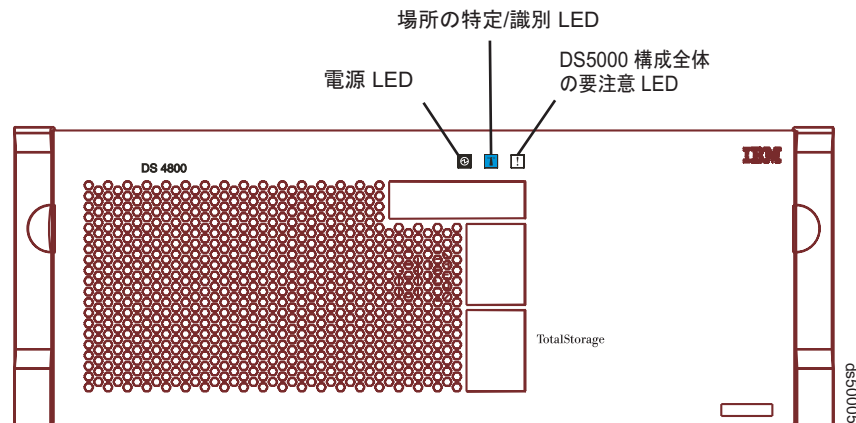

図 121. DS5100 および DS5300 の前面ベゼルにある構成全体の要注意 LED
2. ストレージ・サブシステムの前面ベゼルにある構成全体の要注意 LED を調べて、障害のあるバッテリーが含まれているストレージ・サブシステムを突き止めます。(図 121 に、前面ベゼルにある構成全体の要注意 LED の位置を示します。)